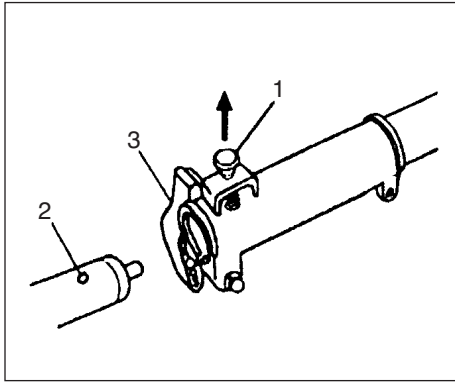

Fig. 1-1
2. Überzeugen Sie sich davon, dass der Spannstift (1) ins Befestigungsloch (2) der Röhre hineinpasst und dass die Röhre fest sitzt. (Fig. 1-1)
3. Ziehen Sie die Griffmutter (3) sicher fest. (Fig. 1-1)